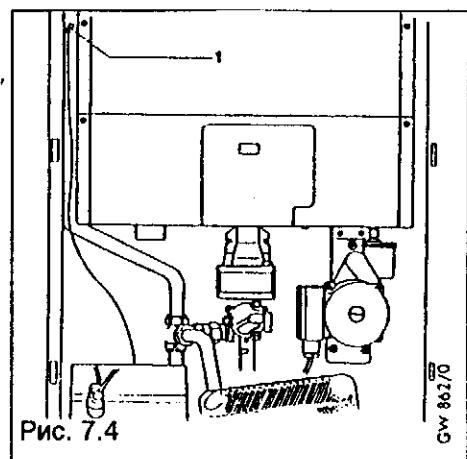

Рис. 7.4
- снять штепсельный контакт с датчика NTC (1, рис. 7.4).
- Надеть штепсельный контакт на датчик NTC (1, рис. 7.4).